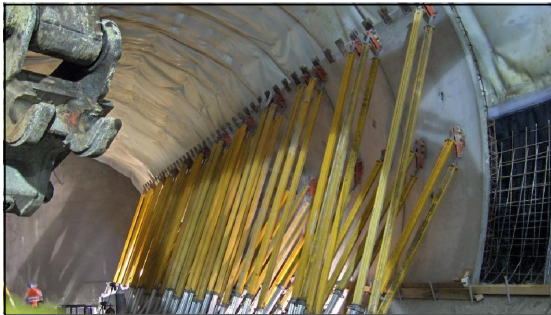
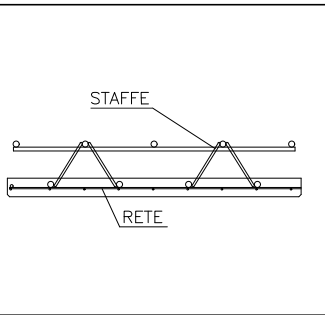

Figura 3. Rivestimento con lastre PREDALLE
Figura 4. Armatura prefabbricata
3. Posa in opera dell'impermeabilizzazione e delle lastre *PREDALLE* strutturali laterali, chiamate anche *pedrilli*, (cod. B.08.001) illustrate in *Figura 3* con armatura prefabbricata in GFRP, acronimo di *Glass Fiber Reinforced Polymer*, (cod. B.09.700.1) illustrata nella *Figura 4* e avente caratteristiche indicate in *Tabella 1*;